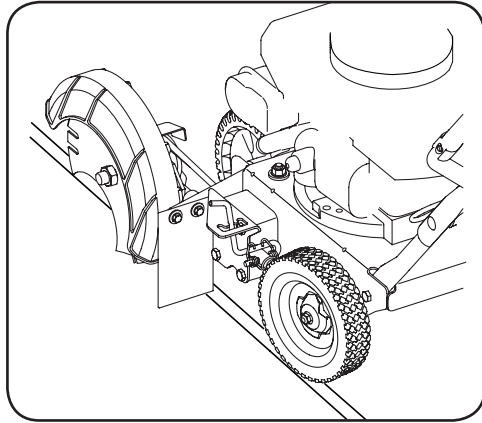

Figura 4-3
1. Mueva la unidad al área que va a recortar, asegurándose de que la rueda posterior izquierda esté sobre una superficie dura y que la cuchilla está sobre el área a cortar. Vea la Figura 4-3.